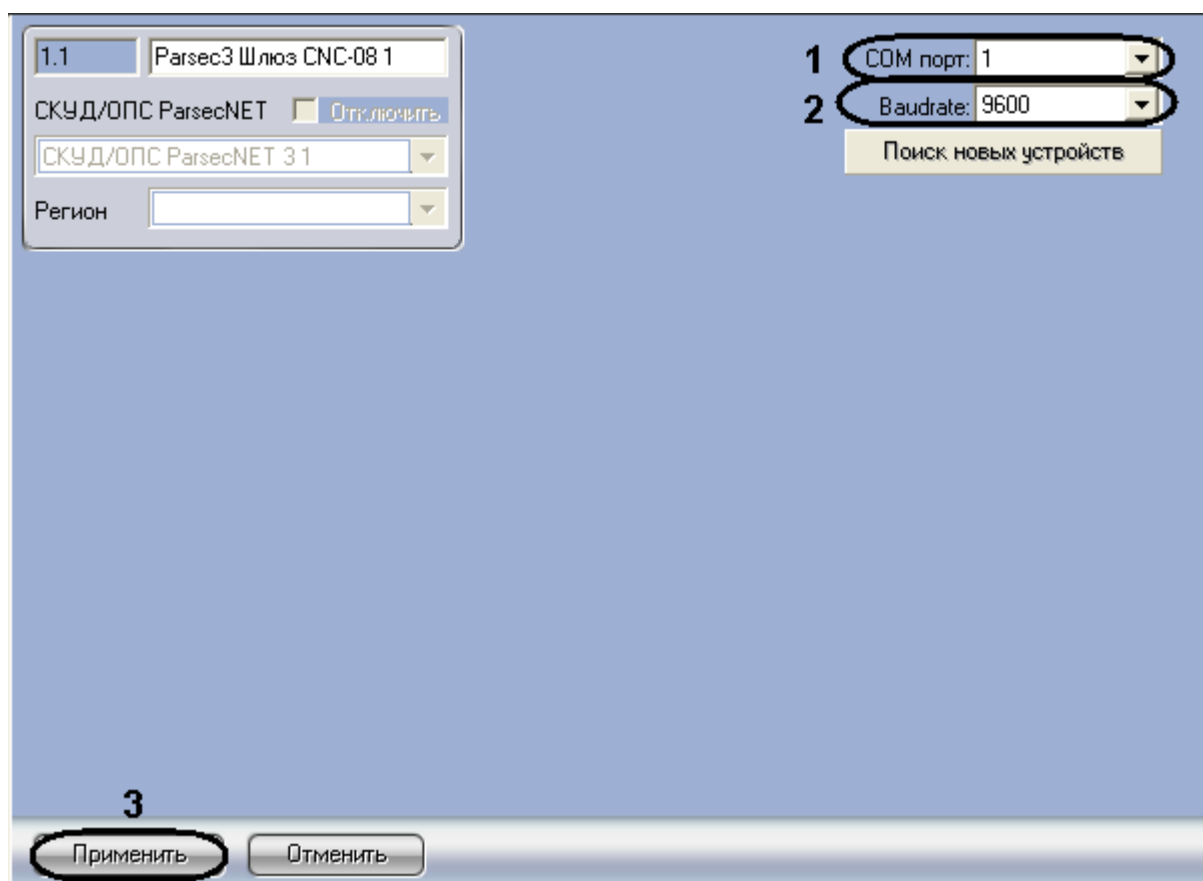

Рис. 3.3—3 Панель настроек объекта Шлюз CNC-08
2. Из раскрывающегося списка **COM порт:** выбрать номер COM-порта подключения шлюза (Рис. 3.3—3, 1).
3. Из раскрывающегося списка **Baudrate**: выбрать скорость передачи данных по COM-порту (Рис. 3.3—3, 2).